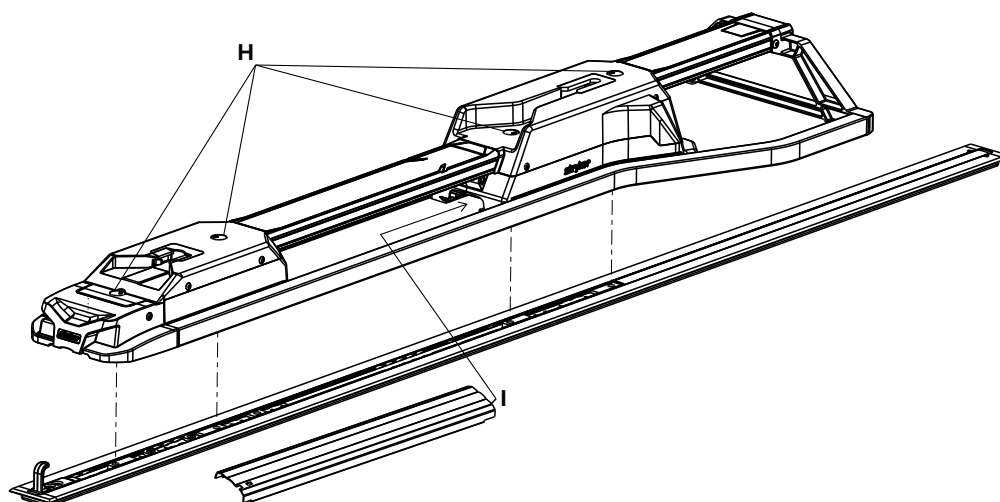

図 17 – 固定具を取り付ける
17. スピンキャップ (H) を半回転回し、キャップの下に取り付けられている床プレートのボルトにアクセスします (図 17)。
19. 3/8インチ六角レンチを使って、2つのクリートに他の3つの取り付けられた床プレートのボルト (H) に取り付けます (図 17)。
23. 頭側端部ハウジングの開口部に中央カバーアセンブリ (6392-001-011) (I) のノッチのない側を挿入します (図 17)。
- _____ トルクレンチを使用して、取り付けられた4本の床プレートのボルトすべてを60+/-10 ft-lb (81+/-14 Nm) のトルクで締めます(図 17)。